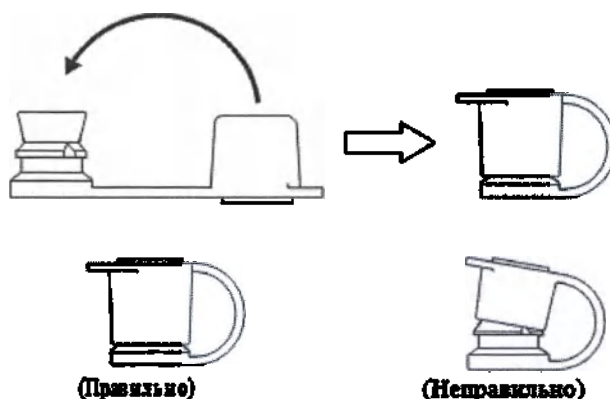

Рис. 7.23
- 2) Закройте колпачок клапана входного отверстия, как показано на Рис. 7.23.